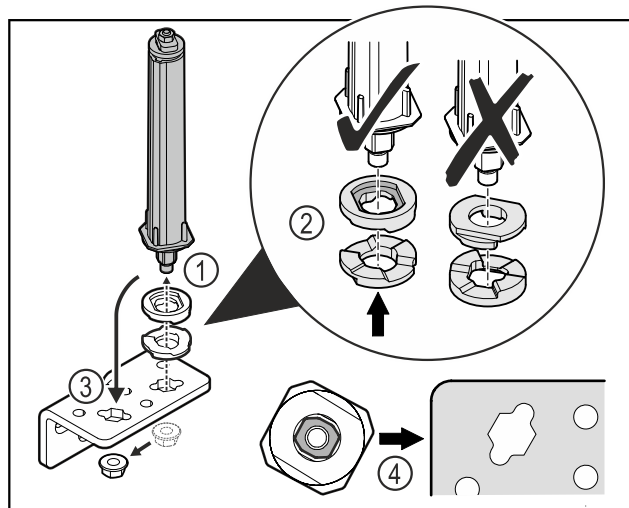

Fig. 34
- ▶ Otpustite maticu i skinite sustav zatvaranja vrata Fig. 34 (1).
- ▶ Pazite na ispravno poravnanje pločica za namještanje visine Fig. 34 (2).
- ▶ Premjestite sustav zatvaranja vrata u kutnim šarkama i pričvrstite ga maticom Fig. 34 (3).
- ▶ Pri umetanju pazite na ispravno poravnanje sustava zatvaranja vrata Fig. 34 (4).